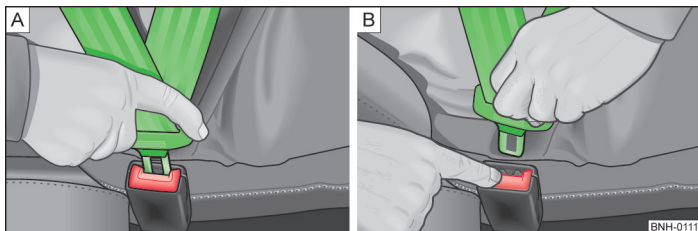

Fig. 89 Fixarea sau desfacerea centurii de siguranță
- ▶ Introduceți clema de fixare în catarama aferentă a centurii de siguranță, până când se fixează cu un declic » fig. 89 - [A].
- ▶ Apăsăți tasta de culoare roșie de pe catarama centurii » fig. 89 - [B], lamela de fixare sare afară.